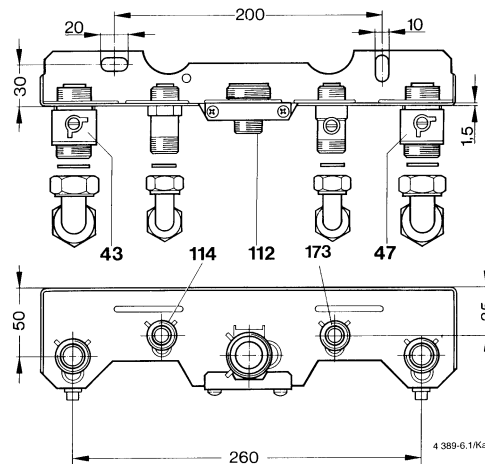

Fig. 7 Piastra di allacciamento
- ▶ Montare tra il raccordo di mandata (114) e di ritorno bollitore (173) l'accessorio n° 508, vedere Fig. 7.